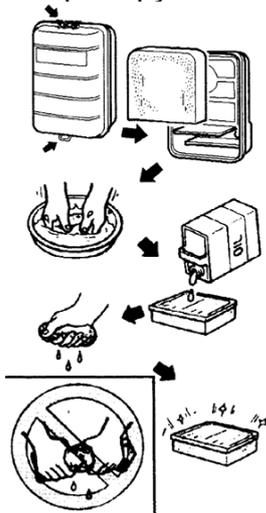

Рис.24
3) ПОВІТРЯНИЙ ФІЛЬТР (Рис.24,25)